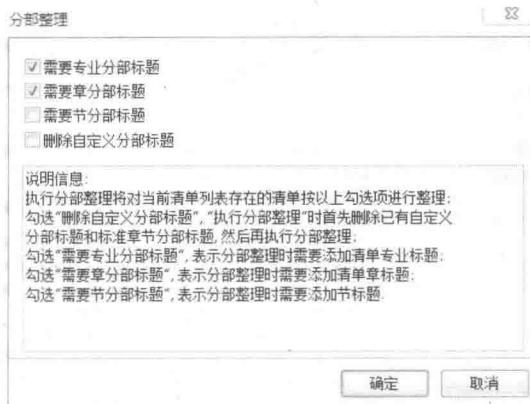

图 2.10 “分部整理”界面
②弹出如图 2.10 所示“分部整理”对话框，选择按专业、章整理，单击“确定”按钮。